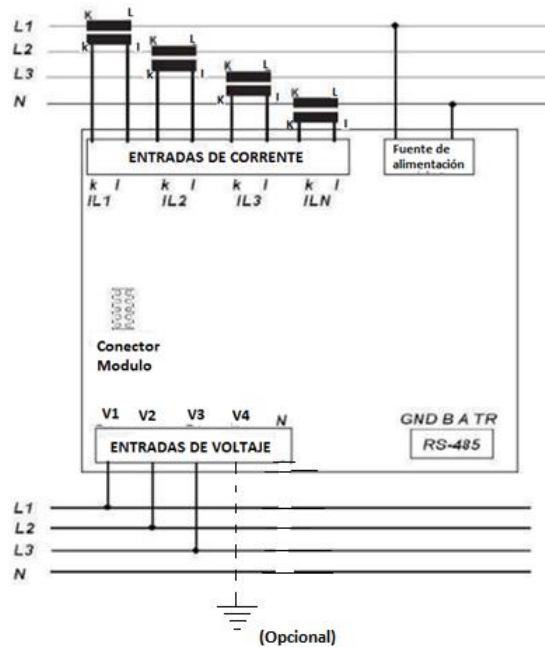

Figura 3. Conexión trifásica de tres hilos 3P3W. El transformador de corriente de neutro conectado a K4 y L4 es opcional.
- En el diagrama de la figura 3, se utilizan tres conexiones de tensión y cuatro de corriente.